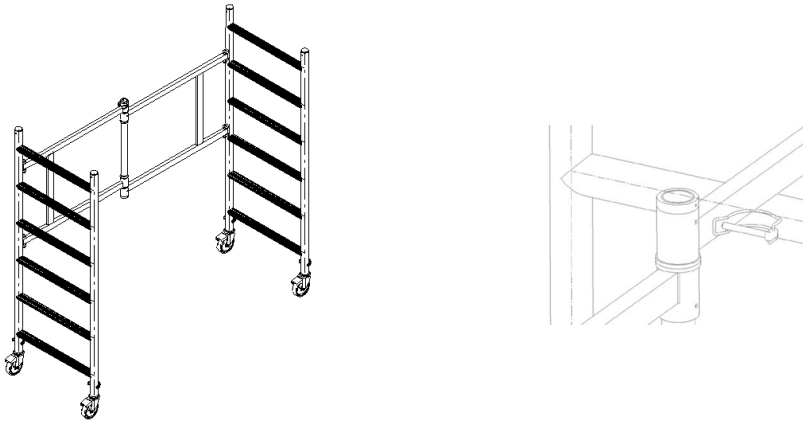

Rys. 42. Montaż bramki
2. Za pomocą kluczy zawartych w zestawie należy zamontować bramkę do drabin. Pamiętać o zamontowaniu podkładek (Rys. 42).